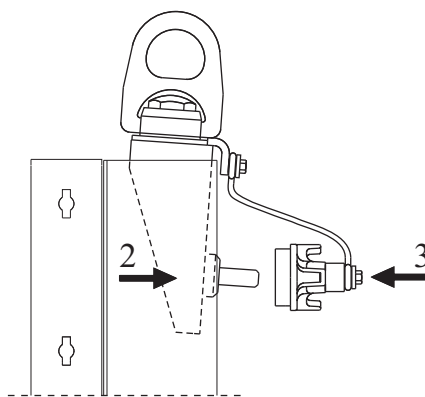

Abb.171
Dann ist der Kranbügel nach außen zu drücken, bis der Bundbolzen mit DW-Stab im obersten Trägerloch erscheint (2)-(Abb.171).